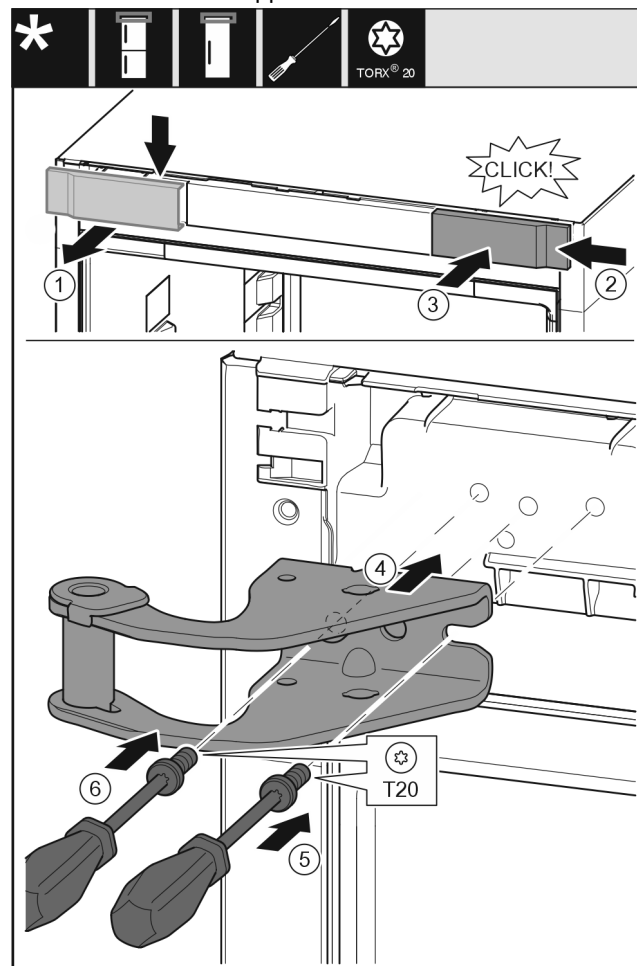

Fig. 10
- Rimuovere la copertura dall'alto in avanti. Fig. 10 (1)
- Ruotare la copertura di 180° e agganciarla sull'altro lato da destra. Fig. 10 (2)
- Innestare la copertura. Fig. 10 (3)
- Applicare il blocco di supporto superiore. Fig. 10 (4)
- Applicare la vite con il cacciavite T20 e serrare. Fig. 10 (5)
- Applicare la vite con il cacciavite T20 e serrare. Fig. 10 (6)